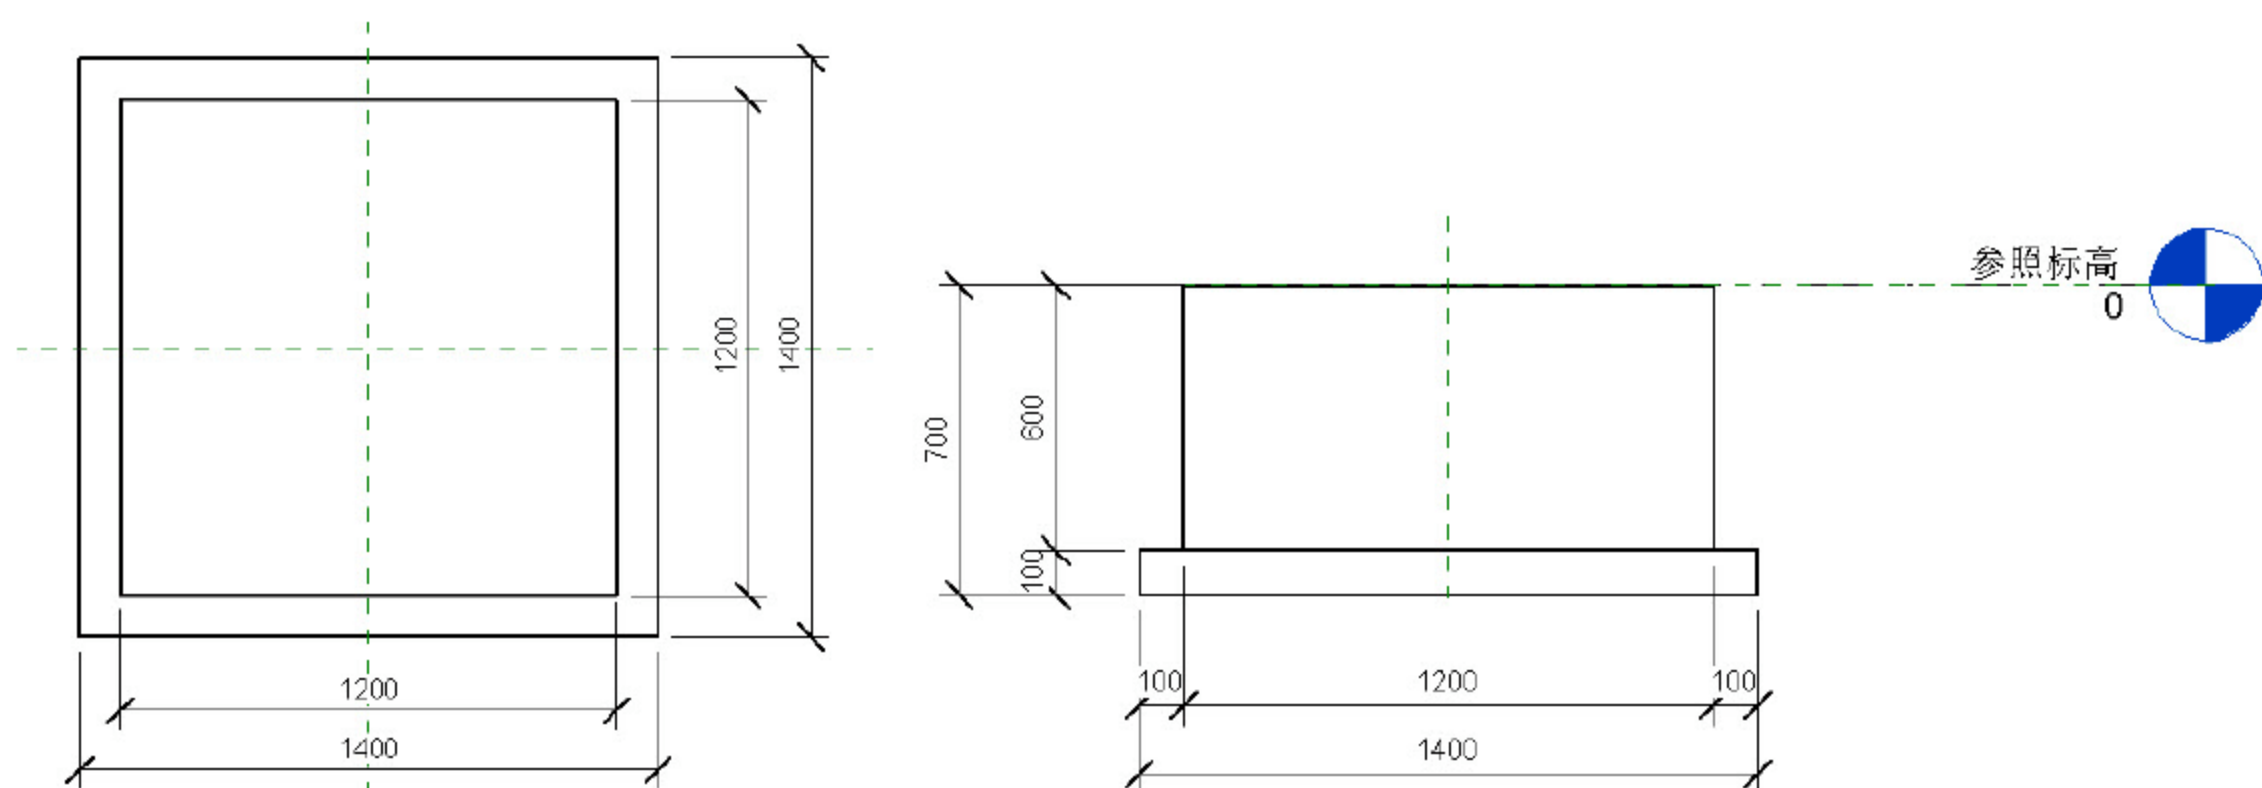

图 2.1.7 标注尺寸
(7) 标注尺寸。在“项目浏览器”面板中选择“楼层平面”→“参照标高”选项，按快捷键 D+I（选择“注释”→“对齐”命令），标注长和宽。选择“立面”→“前”命令，按快捷键 D+I，标注高，如图 2.1.7 所示。